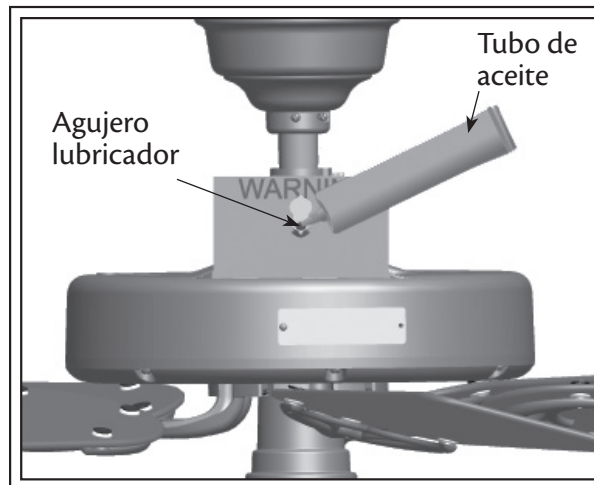

Fig. 12
3. Coloque el tubo en el orificio para aceite y apriete suavemente el tubo para vaciar el aceite en el depósito del ventilador (vea la Fig. 12).
3. Si el aceite toca el final del limpiador de tubo, el ventilador tiene suficiente aceite. Si no lo toca, agregue aceite no detergente SAE 10 lentamente hasta que el aceite toque el limpiador de tubo (vea la Fig. 12).